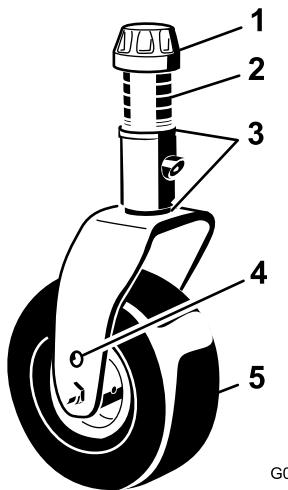

Figura 96
1. Retire el casquillo tensor del eje de la rueda giratoria, y retire el eje del brazo de la rueda giratoria (Figura 96). Vuelva a colocar los suplementos, según sea necesario, para elevar o bajar la rueda giratoria y obtener la inclinación correcta de la unidad de corte.